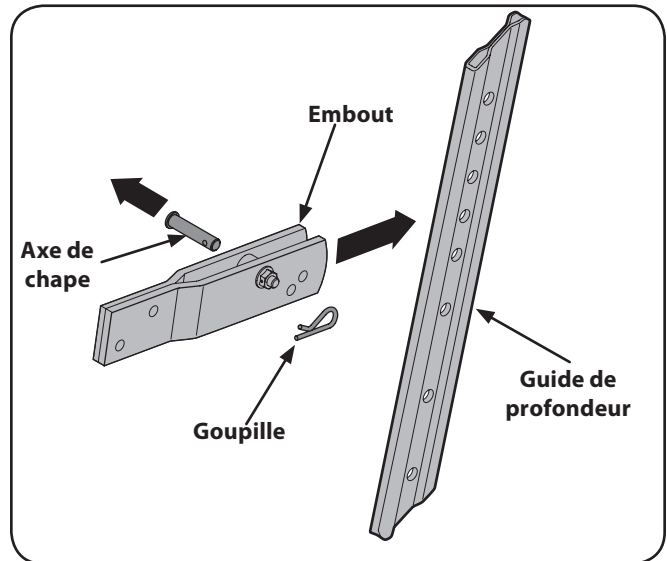

Fig. 3-5
1. Démontez le guide de profondeur comme à la Fig. 3-5. Conservez la goupille et l'attache pour les utiliser plus tard.